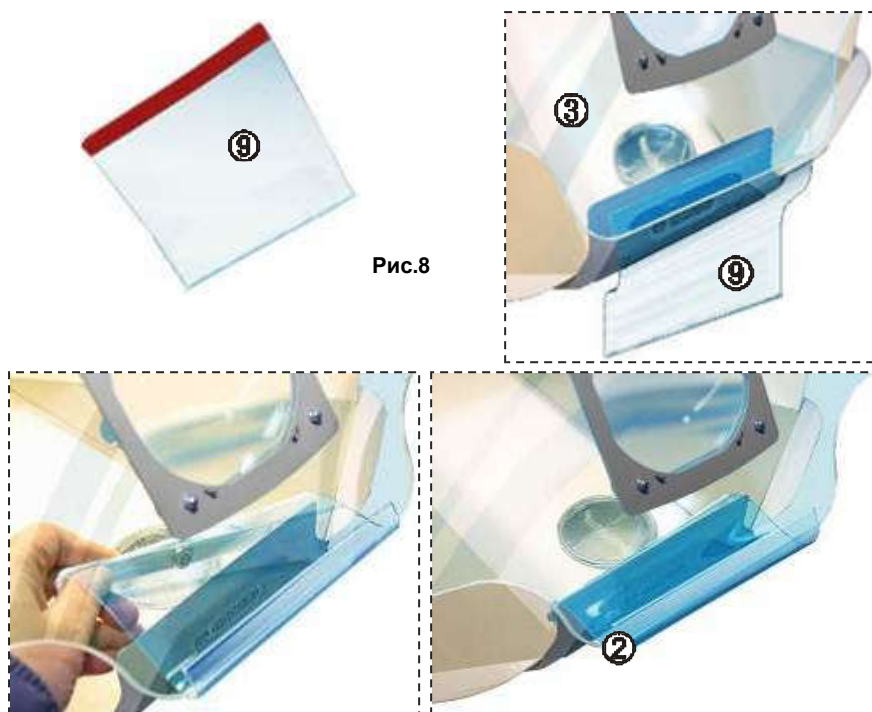

Рис.8
6.11 На нижнюю кромку стекла (3) закрепить гибкий ЭКРАН 5.0 ФЛЕКС (9), рис.8. Экран клеится на прозрачный двухсторонний скотч с наружной стороны стекла по самому краю. После приклейки ответную часть экрана двумя магнитами зафиксировать с внутренней стороны переднего отгиба основания корпуса. Гибкий экран закрывает пространство между основанием и стеклом.